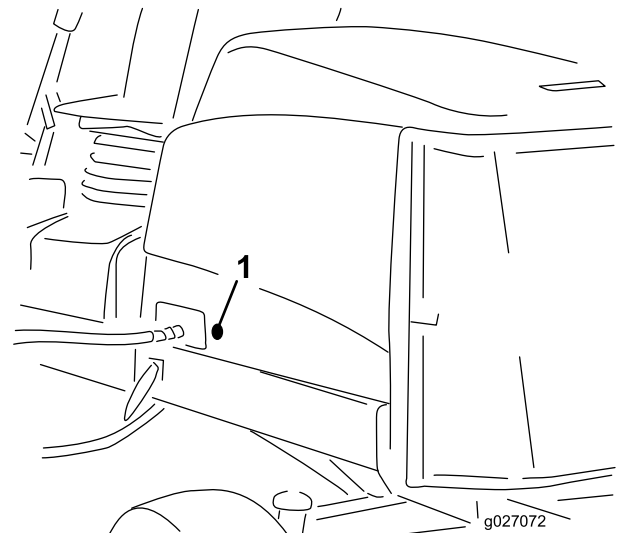

Figure 35
2. Retirez les bagues en caoutchouc qui occupent le trou sur le côté gauche du capot (Figure 35).